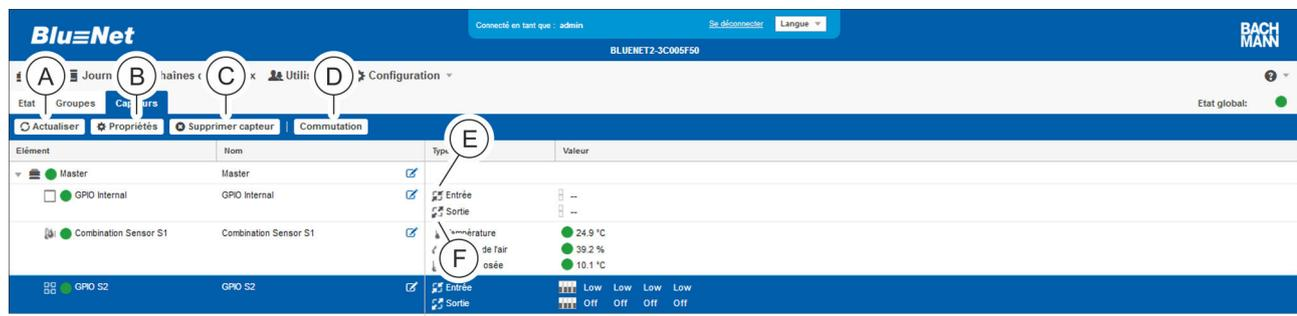

Fig. 115 : Menu « État » – Onglet « Capteurs » (module GPIO)
3. ➤ Sélectionner le module GPIO (Fig. 115 /Ⓢ).
4. ➤ Appuyer sur le bouton « Propriétés » (Fig. 115 /Ⓢ) pour ouvrir l'affichage détaillé.
1. ➤ Sélectionner l'entrée ou la sortie souhaitée (Fig. 115) dans l'affichage détaillé.
1. ➤ Appuyer sur le bouton « Commutation » (Fig. 115 /Ⓢ).